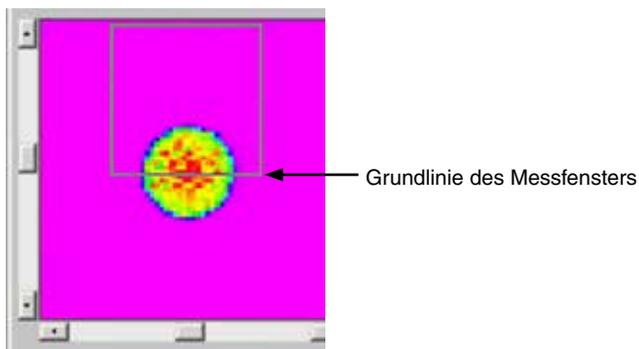

Abb. 23.1: Zweidimensionaler Scan
1. Führen Sie eine Standard-Einzelmessung durch (siehe Abb. 23.1)